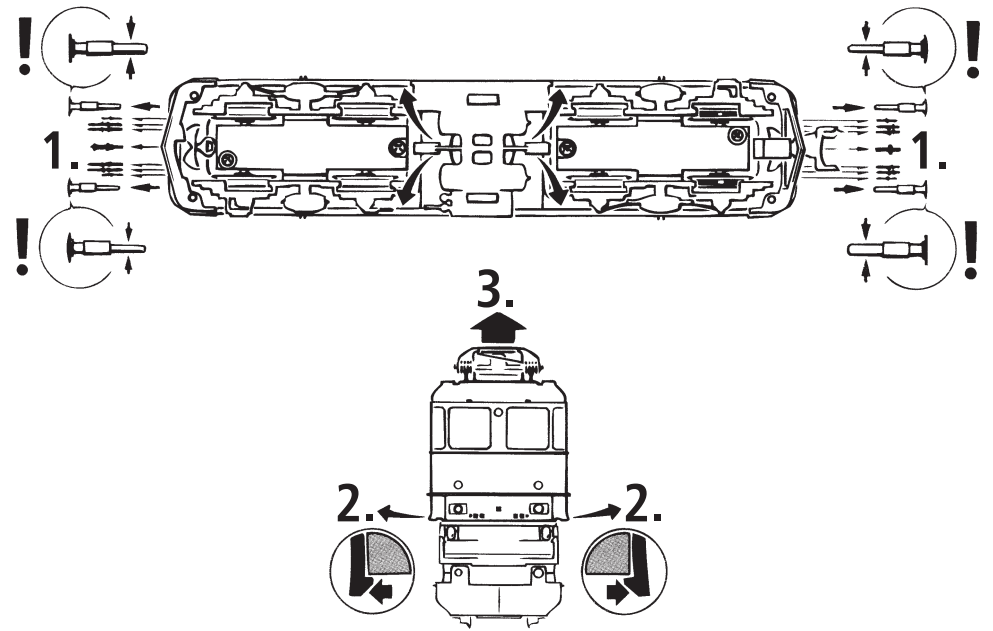

Fig. 4
**3. Haftreifenwechsel:** Zuerst die Drehgestellblende abnehmen (Fig. 4). Danach den **Radsatz** herausnehmen und die **Haftreifen** mit einer Nadel od. mit einem feinen Schraubendreher abziehen (Fig. 4). Beim Aufziehen der neuen Haftreifen darauf achten, dass diese sich nicht verdrehen.
**3. Change of traction tyre:** Remove the bogie blind. Take out **wheel set** and remove **traction tyre** using a pin or a fine screwdriver (fig. 4). When pressing on the new traction tyre please **avoid twisting it**.
**3. Échange des bandages d'adhérence:** Dé- montez d'abord **les flancs de bogies** des engrenages. Délogez ensuite les essieux bandagés et enlevez, à l'aide d'une aiguille ou d'un tourne-vis fin, les bandages d'adhérence (fig. 4). Lors du montage des nouveaux bandages veuillez veiller à ce que les bandages **ne soient pas tor-dues**.